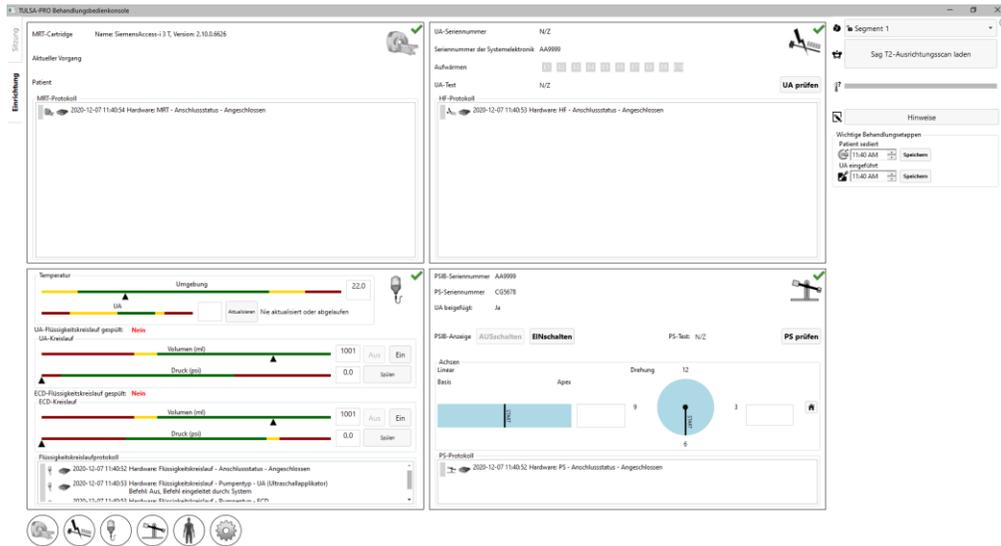

Abbildung 6: Arbeitsbereich „Einrichtung“ der TDC
2. Nach Auswahl von **Neue Sitzung** gelangen Sie in den Arbeitsbereich **Einrichtung** (Abbildung 6), in dem Sie vor dem Fortfahren kontrollieren können, ob alle Geräte ordnungsgemäß funktionieren.
Klicken Sie in der PSIB-Anzeige auf **PS prüfen** (*Abbildung 20*). (Dies kann auch über den Arbeitsbereich TDC *Einrichtung* (*Abbildung 6*) in der PS-Informationsbox im rechten unteren Quadranten erfolgen *Abbildung 21*.)